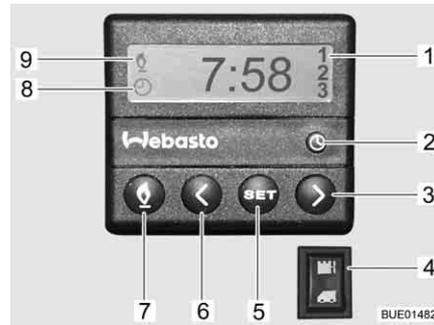

Fig. 135 Centralina di controllo per riscaldamento fisso
- Premere il tasto (Fig. 135,7). Il funzionamento del riscaldamento viene indicato con il simbolo (Fig. 135,9). La ventola viene inserita solo quando la temperatura dell'acqua di raffreddamento è pari a 30 °C.
- Premere il tasto (Fig. 135,7). Il simbolo (Fig. 135,9) si spegne.
- Premere l'interruttore (Fig. 135,4) in basso. Il motore viene preriscaldato. La ventola viene inserita immediatamente.
- Premere l'interruttore (Fig. 135,4) in alto. Il motore rimane freddo.
- Premere il tasto (Fig. 135,2). L'impostazione dell'ora viene indicata con il simbolo (Fig. 135,8).
- Impostare l'ora con i tasti (Fig. 135,3 e 6).
- Premere il tasto (Fig. 135,5).
- Impostare l'orario di accensione con i tasti (Fig. 135,3 e 6) entro 10 secondi.
- Premere il tasto (Fig. 135,5) fino a che nel display (Fig. 135,1) non appare il numero di programmazione desiderato.